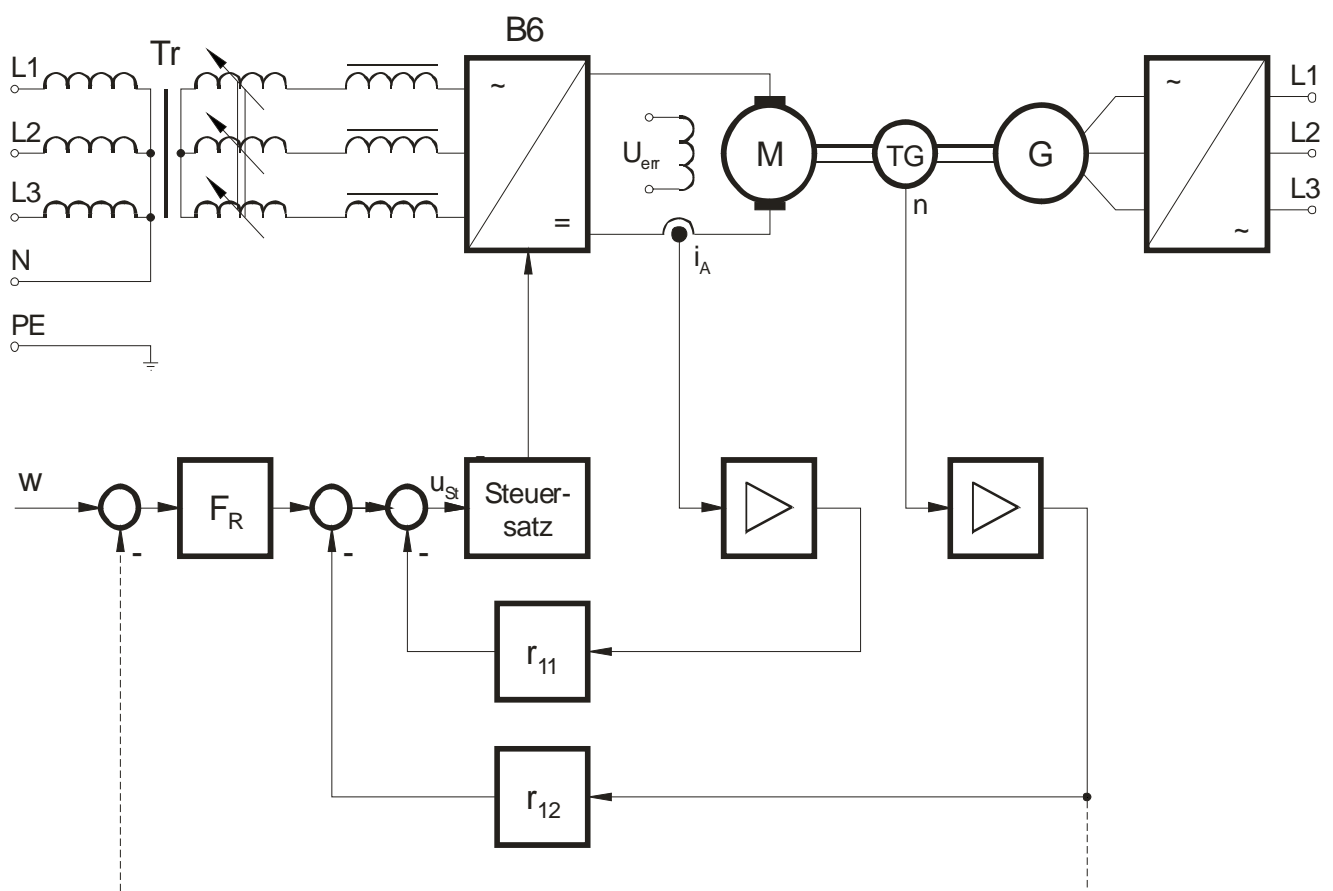

Bild 1
Der Versuchsaufbau ist schematisch im Bild 1 dargestellt. Er besteht aus einer Gleichstrom-Nebenschluss-Maschine (M) mit Tachogenerator (TG), einer Sechspuls-Brückenschaltung (B6) mit dem Steuersatz, einem Trennstelltransformator (Tr), drei Reglerbaugruppen, einem Strommesswandler zur potentialfreien Messung des Ankerstromes und einem wechselrichtergesteuerten Drehstrommotor (G) zur Belastung. Die Daten der Gleichstrommaschine sind:  $U_N = 220 \text{ V}$ ;  $I_N = 8,0 \text{ A}$ ;  $P_N = 1,5 \text{ kW}$ ;  $n_N = 2000 \text{ min}^{-1}$ ;